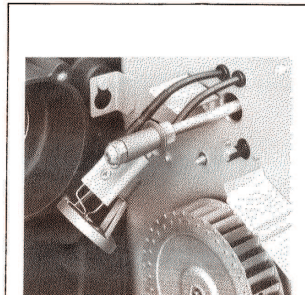

Abb. 2 Stauscheibe von Düsenstock entfernt
- 8.0 Stauscheibe von Düsenstock entfernen (siehe Abb. 2). Beim Aus- und Einschrauben der Düse muß am Düsenstock gegengehalten werden.